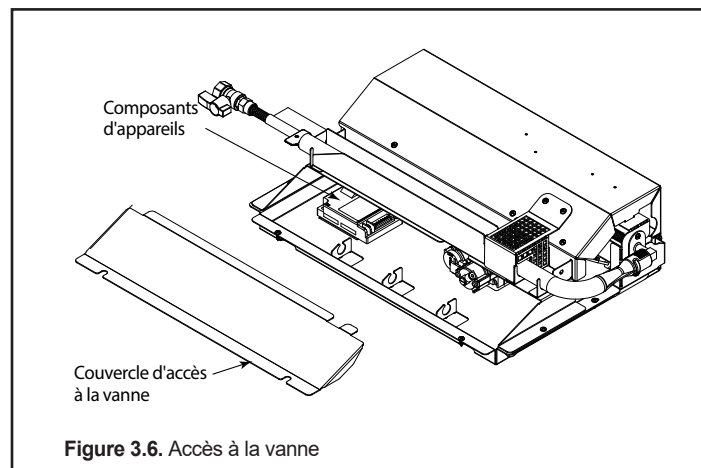

Figure 3.6. Accès à la vanne
- La vanne de gaz et les composants électriques devraient maintenant être accessibles. Voir la figure 3.6.